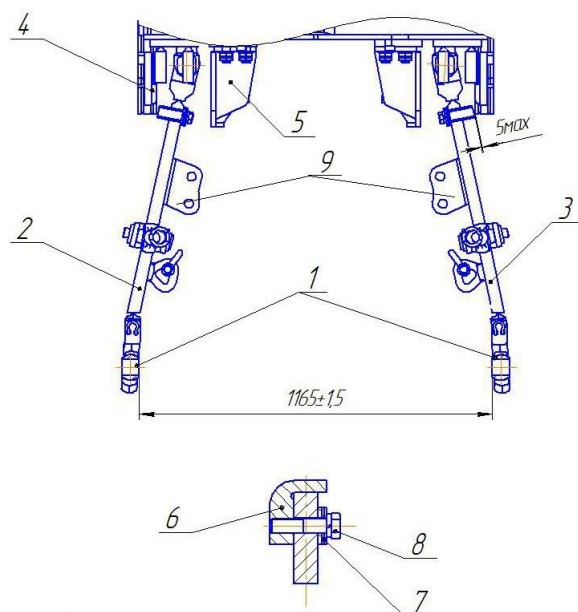

Рис. 27 Регулировка нижних тяг механизма навески
Регулировка нижних тяг механизма навески (рис. 27) производится в следующей последовательности:
– поднять навесное устройство с обеспечением расстояния от опорной поверхности до нижних тяг 1180...1280 мм, при этом тяги 2 и 3 должны располагаться между наружным 4 и внутренним 5 упорами (рис. 27). Упоры 744Р3-46 28021-1 поз.6 должны быть установлены со стороны наружных упоров.